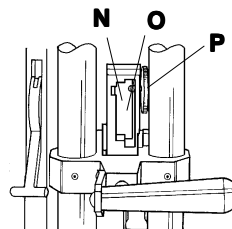

Figure 14
The cutting head has two positions for the **PILLAR POSTS (N)** and **(O)**, **FIGURE 14**. The hardboard cutting **PILLAR POST** fits in position **(O)**, on the right, while the glass cutting, plastic scoring and mounting board **PILLAR POSTS** locate in the left slot **(N)**. The **SPEED SCREW (P)** locks the **PILLAR POST** in place. You can not insert a **PILLAR POST** in the wrong slot.
Am Schneidekopf befinden sich zwei Positionen für die **Halter, (N)** und **(O)**, wie **Abbildung 14** zeigt. Der Hartfaserplattenhalter paßt in Position **(O)** auf der rechten Seite. Die **Halter** zum Schneiden von Glas, Karton und Anreißen von Plastik werden im rechten Schlitz **(N)** befestigt. Die **Schnellschraube (P)** hält den **Halter** fest. Es ist nicht möglich, einen **Halter** in einem falschen Schlitz zu befestigen.
La tête de coupe a deux positions pour les **OUTILS (N)** et **(O)**, **FIGURE 14**. L'**OUTIL** pour la coupe de panneaux MDF se place dans la position **(O)** située sur la droite, tandis que les **OUTILS** pour la coupe sur verre et sur panneaux de montage ainsi que l'**OUTIL** pour l'entailler du plastique se placent dans la fente de gauche **(N)**. La **VIS DE SERRAGE (P)** maintient les **OUTILS** à leur place. Il est impossible d'introduire un **OUTIL** dans la mauvaise fente.